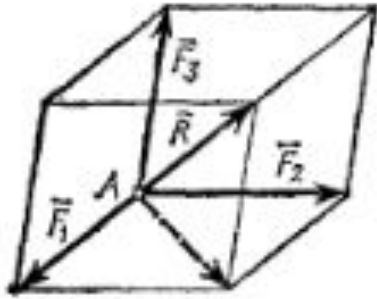

Рис. 10.
- **Объемная задача.** Геометрическая сумма трех сил, не лежащих в одной плоскости, изображается диагональю параллелепипеда, построенного на этих силах (рис. 10).